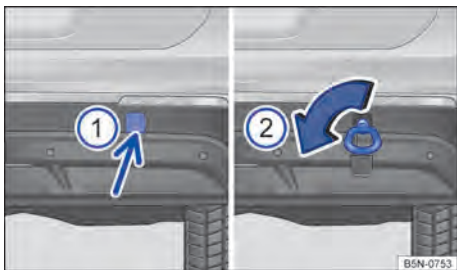

Fig. 229 En el lado derecho del paragolpes trasero: argolla de remolque enroscada.
- Presione sobre la zona inferior de la tapa (flecha) para desencastrar esta → fig. 229 ①.
- Enrosque la argolla de remolque en el alojamiento girándola al máximo **en el sentido contrario al de las agujas del reloj** → fig. 229 ② → ①. Utilice un objeto adecuado con el que pueda enroscar completa y fijamente la argolla de remolque en su alojamiento.